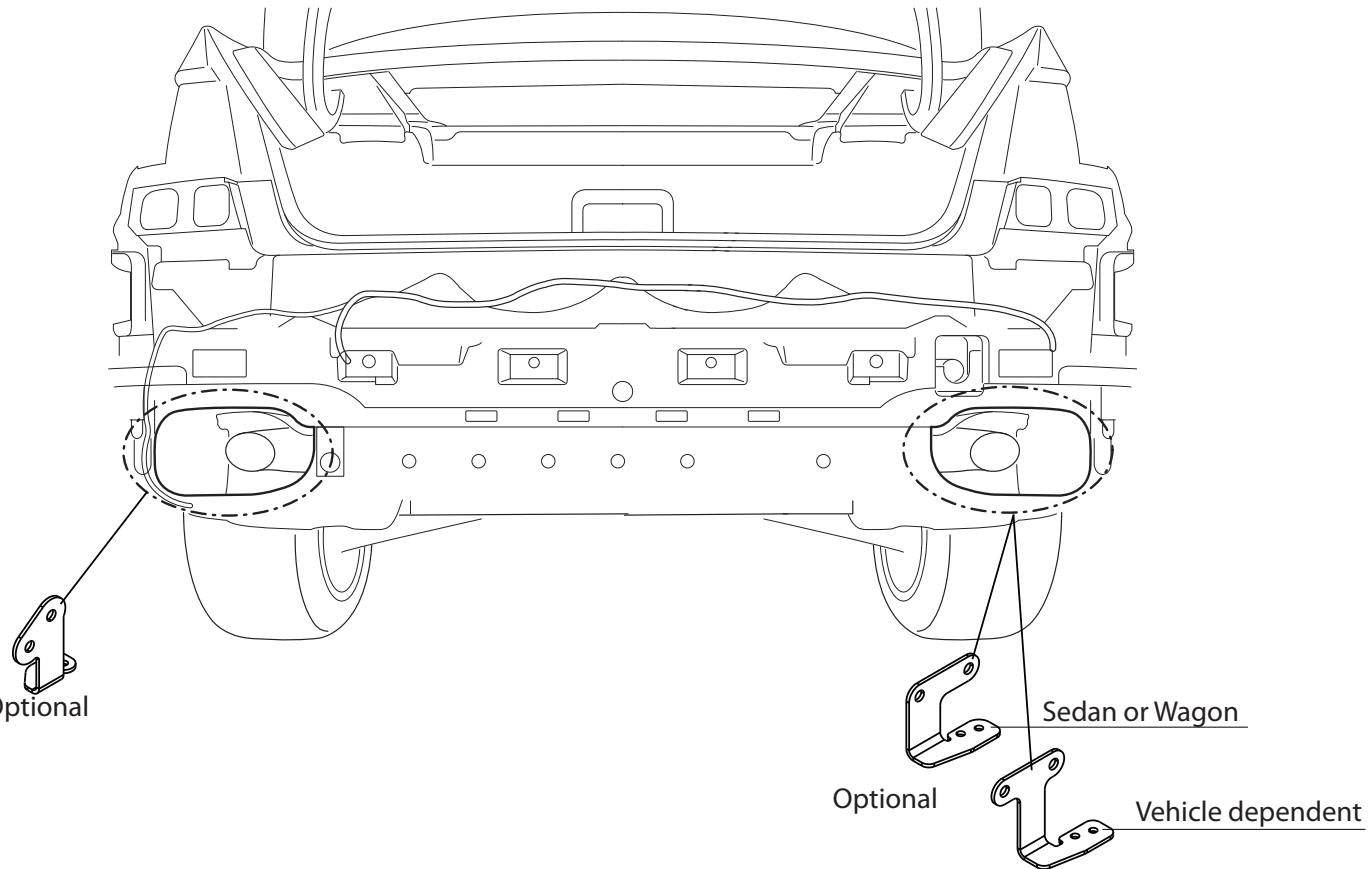

Fig.2
4. **Внимание:** у тех моделей, у которых были сняты кронштейны выхлопной трубы, поставить их снова на место, используя полосы Н и I в точках J и K. См. рисунок 2.